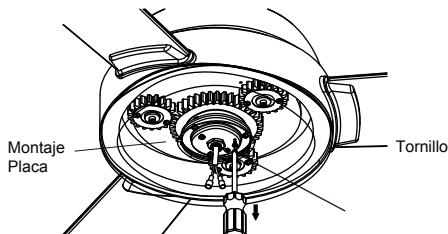

Fig. 23
Paso 2. Coloque los dos orificios de ranura en la carcasa del interruptor sobre los dos (2) tornillos previamente aflojados de la placa de montaje. Gire la carcasa del interruptor hasta que se bloquee en su lugar en el extremo estrecho de los orificios de las llaves.
Paso 3. Firmemente apretando los 2 tornillos previamente aflojados y el previamente quitado. (Fig. 23)